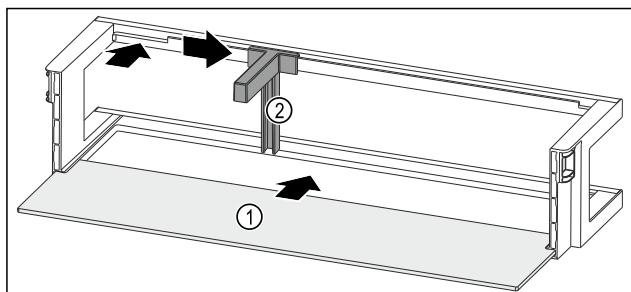

Fig. 92 Police u vratima s policom za odlaganje
- Policu za odlaganje Fig. 92 (1) gurnite u bočne otvore.
► Držač za boce Fig. 92 (2) umetnите u otvor.
► Držač za boce Fig. 92 (2) pogurnite u željeni položaj na stranu.